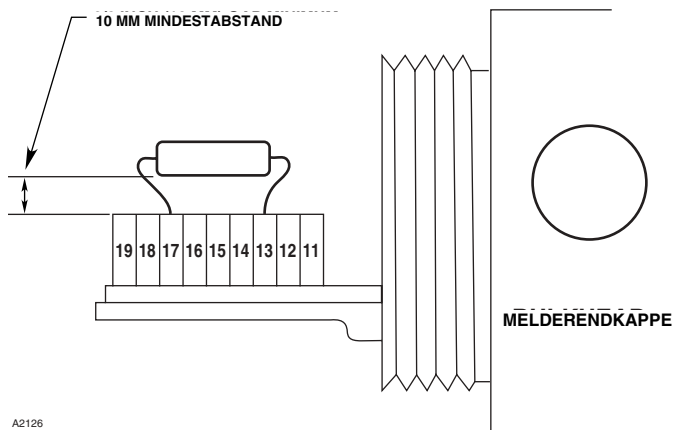

Abb. 4—X3302 Klemmleiste
- Auf Abbildung 4 ist der Klemmenblock, der sich im integrierten Anschlusskasten des Flammenmelders befindet, zu sehen.